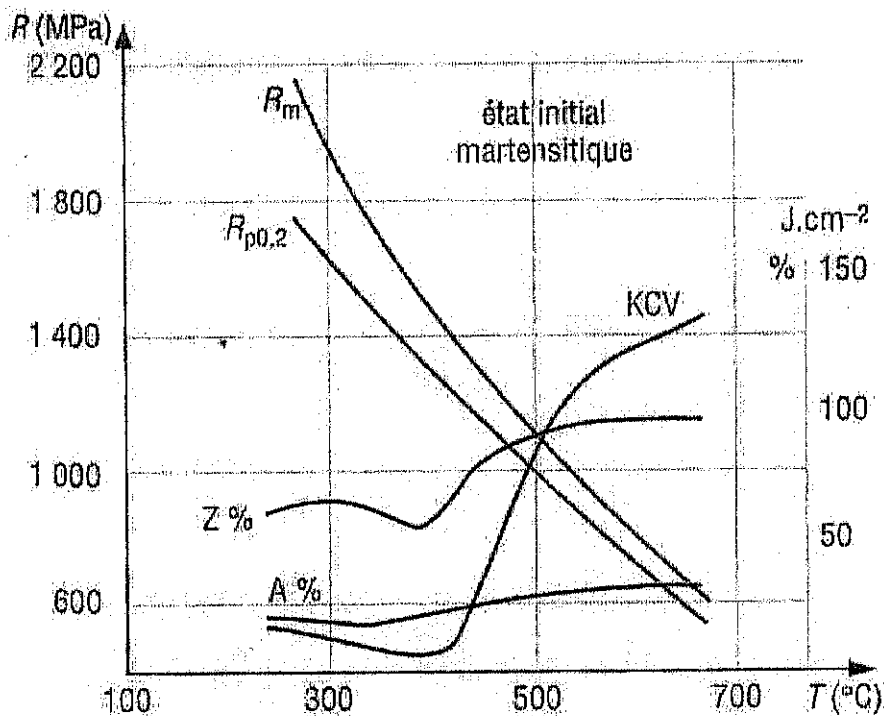

Figure 6 : Propriétés mécaniques après revenu d'un acier trempé
6. On s'intéresse maintenant au revenu de la martensite, commenter le contenu de la figure 6. Rappeler alors les définitions de la martensite et de la martensite revenue. Quelles sont les principales différences ?